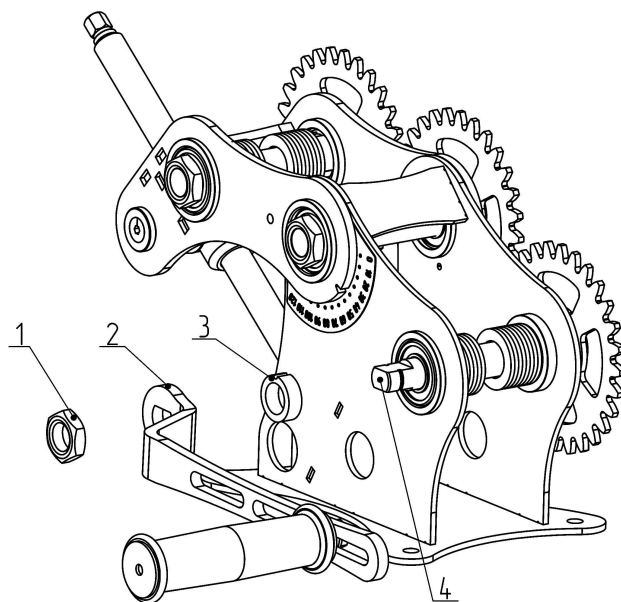

Рисунок 2 — Схема установки рукояти
Трубогиб доставляется в собранном виде, но со снятой рукоятью (2) (см. рис. 2). Освободите изделие от защитной плёнки. Для установки рукояти достаточно просто отвернуть гайку (1), установить рукоять (2) и навернуть гайку (1) обратно. Перед рукояткой обязательно должна стоять проставочная шайба (3).